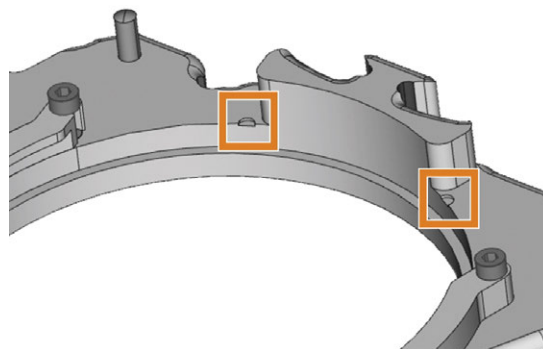

ABB. 30 AUSSPARUNGEN (ORANGE MARKIERT) ZUR AUSRICHTUNG VON MARKIERUNGEN FÜR SICHERES WIEDEREINSPANNEN
- d. Wenn die Ronde für das Wiedereinspannen markiert wurde, drehen Sie die Ronde, bis die Markierung an den entsprechenden Aussparungen (orange markiert) des Rohlingsrahmens ausgerichtet ist (☞ Abb. 30 unten).